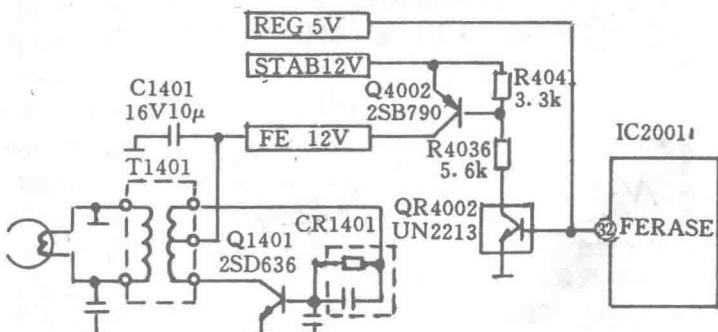

图 1
**分析与检修:**由上述故障现象分析,估计故障存在机械走带机构或视频信号处理电路中。拆开机壳,插入带盒按下重放键,观察机械走带机构均为正常。用示波器观察视频磁头前置放大器输出接插件 P3001⑧脚(H. AMP. SW)和⑨脚(HEADSW)信号正常。将示波器探头接 P3001⑤脚(RF-Y)和⑦脚(RF-C)观察均无信号输出,用手握住镊子往视频磁头输出接插件 P002②、④、⑤、⑦脚分别注入人体感应信号,监视器屏幕上噪波有变化。按停止键用放大镜观察视频磁头没有发现异常情况。说明该机视频磁头及视频磁头前置放大器电路工作基本正常,怀疑上述故障是由旋转消磁电路工作失常所造成的,该电路见图 1 所示。插入带盒按下记录键,用 500 型万用表检查系统控制微处理器 IC2001⑩脚(F ERASE)输出为正常的高电平 5V。按停止键后再按重放键,检查⑩脚立即从高电平 5V 变为低电平 0V,说明微处理器 IC2001⑩脚输出的控制信号指令正常,顺着信号流程检查,发现在重放状态下旋转消磁电源输出控制管 Q4002 各脚电压均为 12V(正常值 Ve 12V、+5V 工作电压及 -27V 驱动电压,均正常)。将三极管 Q4002 拆下,用万用表测量其集电极电压 Vc,发现 Vc 约 0.3V,说明 Q4002 已击穿损坏,因此造成无论在记录还是重放状态,旋转消磁电路均处于工作状态,于是出现上述故障现象。更换三极管 Q4002/2SB790 后机器恢复正常。